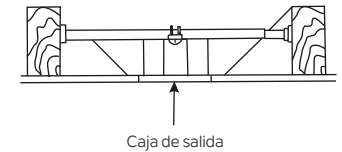

Figura 4
**NOTA:** Dependiendo de la ubicación que haya seleccionado para la instalación, es posible que deba comprar e instalar un "colgador de viguetas" para el soporte de la caja de salida. Asegúrese de que el colgador de viguetas que compre haya sido diseñado para usarse con ventiladores de techo. (Figura 4)